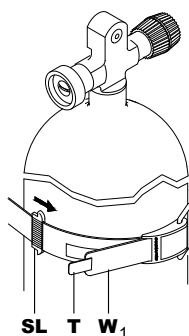

Fig. 2-5
2. Dacă BC are o placă de spate tare, așezați cavitatea (S) a plăcii din spate pe umărul rezervorului (figura 2-6) și apoi fixați cureaua (fig.2-5 și 2-7) centurii de eliberare rapidă (W1) în jurul rezervorului.
3. Închideți catarama (C) (Fig. 2 – 7). În cazul în care cureaua este prea strânsă sau prea slăbită, deschideți cureaua cârligului și bucla și catarama pentru a regla lungimea curelei (figura 2-5) centurii cu eliberare rapidă (W1). Pentru mai multă siguranță, glisați bucla (SL) (Fig. 2-5) în jurul capătului curelei (T). În BC-uri cu un suport dur, cu rezervorul montat la BC puteți ridica întreaga unitate folosind mânerul integrat în suportul dur.